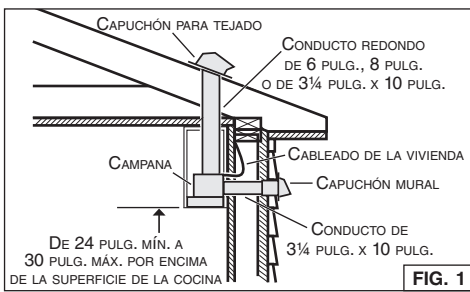

FIG. 1
- Decida por dónde pasarán los conductos entre la campana y el exterior (FIG. 1).